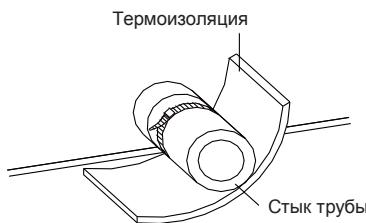

Рис. 13. Термоизоляция патрубка слива конденсата
- а. Смонтированный патрубок слива конденсата должен иметь уклон 5—10°, обеспечивающий слив конденсата самотеком. Во избежание выпадения конденсата монтажные стыки патрубка должны быть термоизолированы (см. рис. 13).